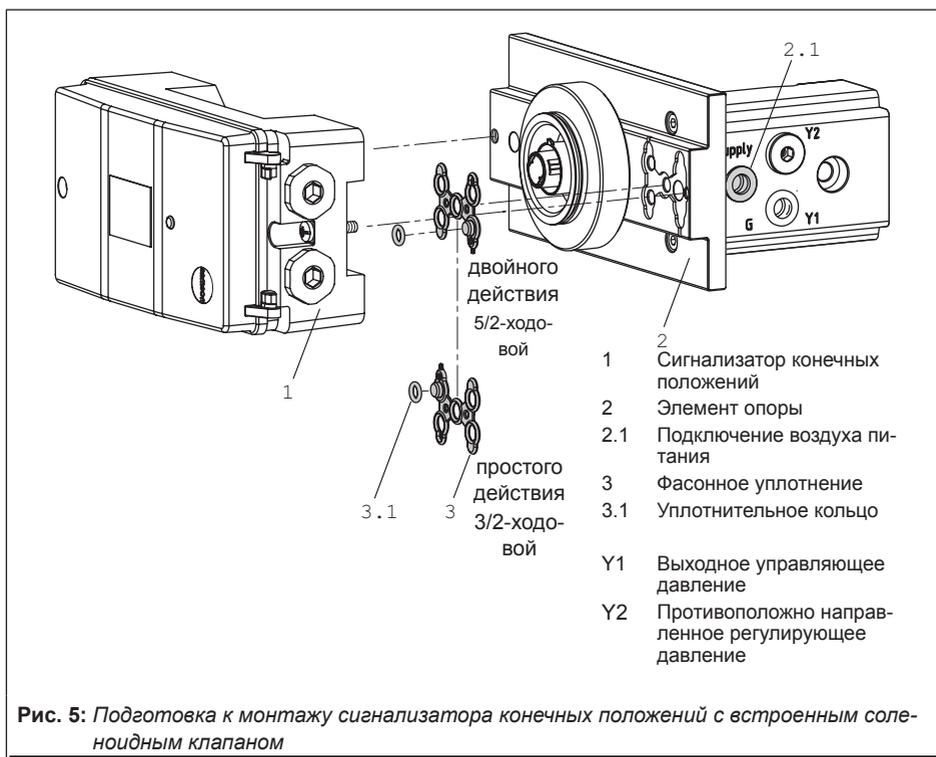

Рис. 5: Подготовка к монтажу сигнализатора конечных положений с встроенным соленоидным клапаном
Исполнение с встроенным соленоидным клапаном Тип 3738-20xxx14xxxxx2xx (рис. 5)
1. Уложите фасонное уплотнение (3) в соответствии с видом привода (простого или двойного действия) в элемент опоры (2).
2. Надвиньте уплотнительное кольцо (3.1) на воздуховод фасонного уплотнения (3).
3. Закрепите сигнализатор конечных положений (1) при помощи двух расположенных на нём винтов согласно рис. 5 на элементе опоры (2).
4. Удалите заглушку с подключения воздуха (SUPPLY, 2.1) на элементе опоры (2).
1. Закрепите сигнализатор конечных положений (1) при помощи двух расположенных на нём винтов согласно рис. 5 на элементе опоры (2).